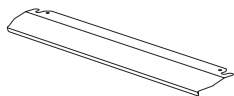

Рис. 10
1. Защитная панель предназначена для защиты панели управления и кнопок, когда духовка находится в режиме гриля. (рисунок 10)